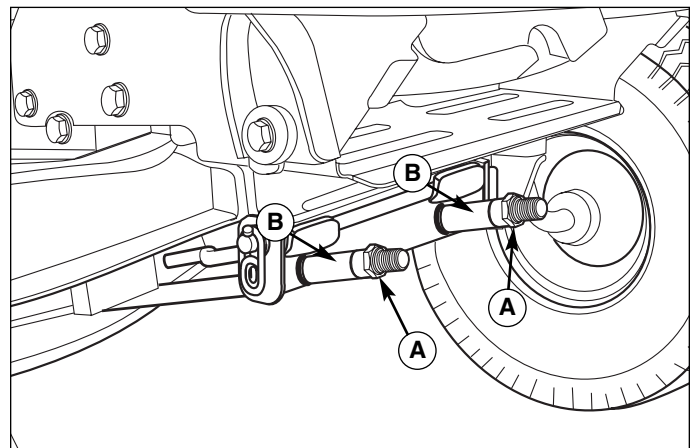

Figura 40. Livellamento laterale del tagliaerba
8. Per sollevare la parte anteriore della base del tagliaerba, serrare i controdadi (A, Figura 40) ed i distanziali (B). Per sollevare la parte anteriore della base del tagliaerba, allentare i controdadi (A). Ruotare i controdadi in modo uniforme su entrambi i lati per tenere a livello la base.